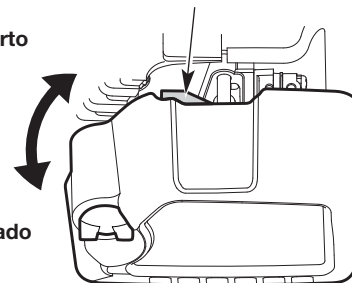

Fig. 8
SI HACE FRÍO... En climas fríos (menos de 40° F), mueva la palanca de arranque en climas fríos hasta la posición “**cerrado**” (abajo) (Fig. 8). **NO** mueva la palanca de arranque en climas fríos hasta la posición “**cerrado**” si la temperatura es superior a 40° F.
- SI HACE FRÍO...** En climas fríos (menos de 40° F), mueva la palanca de arranque en climas fríos nuevamente hasta la posición “**abierto**” (arriba) (Fig. 8).
SI HACE FRÍO... En climas fríos (menos de 40° F), mueva la palanca de arranque en climas fríos nuevamente hasta la posición “**abierto**” (arriba) (Fig. 8).